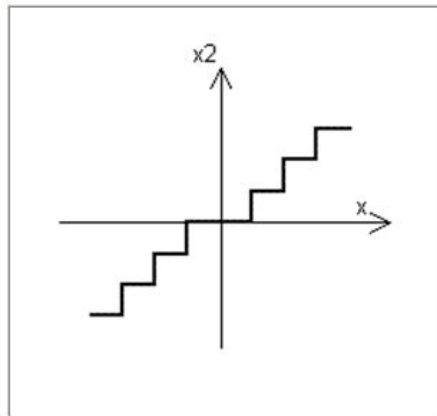

Рис. 8.
- Реальный АЦП имеет следующую характеристику (рис. 8):
- Цифро-аналоговый преобразователь имеет нелинейную характеристику, аналогичную АЦП (рис. 8). Все рассуждения, проводившиеся для АЦП относительно возможности возникновения автоколебания и выборе цены младшего разряда, справедливы и для ЦАП. При расчетах он также условно представляется линейным элементом (усилительным звеном) с коэффициентом усиления  $K_{\text{ЦАП}} = \delta$ .